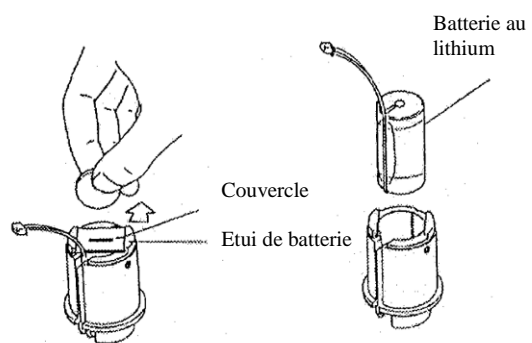

Fig. 9 :
4. Tourner avec une pièce de monnaie ou un objet similaire le couvercle de l'étui de batterie afin de retirer la batterie (figure 9).